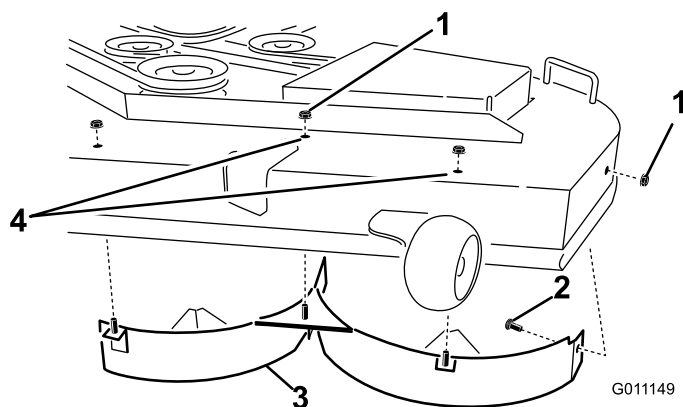

Figura 32
posizione centrale, a sinistra del centro ed estrema sinistra sulla parte superiore del piatto di taglio (Figura 32). Rimuovete il bullone a testa tonda e il dado di bloccaggio che fissano il deflettore sinistro al lato del piatto di taglio.
7. Staccate il deflettore sinistro dal piatto di taglio come illustrato nella Figura 32.
8. Trovate i due bulloni e i dadi di bloccaggio forniti nelle parti sciolte. Montate questi elementi di fissaggio nei fori illustrati nella Figura 32, sul piatto di taglio, per prevenire il rischio di detriti volanti. Montate il bullone inserendolo dalla parte interna del piatto di taglio e fissatelo con un dado di bloccaggio montato sulla parte superiore esterna del piatto.